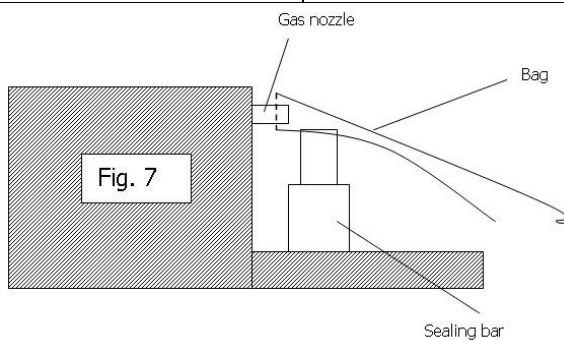

Рис. 7:
3. Пакет, в котором находится продукт, поместите внутрь вакуумной камеры, вставив газовое сопло внутрь открытой части пакета (1, рис. 7) и убедитесь в том, что нет никаких складок, которые мешали бы движению газового потока.
а) Каждый раз, после завершения работы с машиной, выключите машину с помощью электрического выключателя: для этого нажмите подсвеченную кнопку (рис. 7, стр. 8 (номер страницы оригинала)).